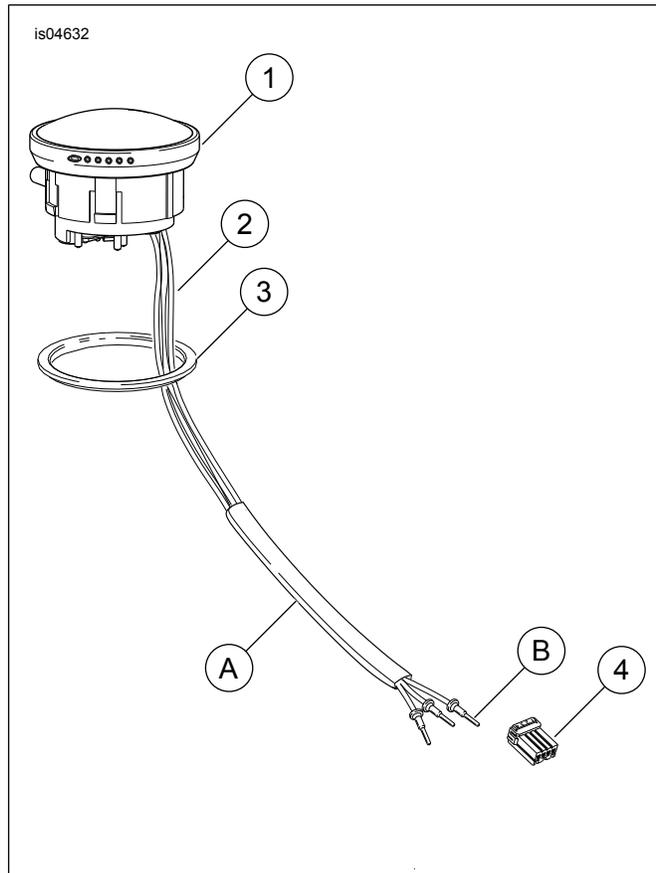

Figure 2. Pièces détachées : kit de jauge de carburant à DÉL
Voir Figure 2 et Tableau 1.
2. Voir Figure 2. Appuyer sur la goupille du côté borne femelle du connecteur et séparer les moitiés mâle et femelle.
1. Voir Figure 2. Monter le nouveau joint (3) sur la jauge de carburant à DÉL (1) du kit. Installer le joint de sorte que le côté plat touche le bord de la jauge.